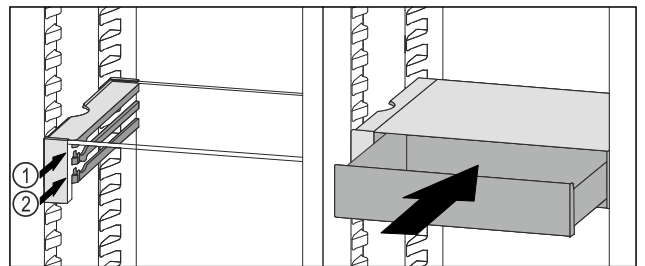

Fig. 119
- ▶ Posizionare il cassetto VarioSafe dietro i tappi sulla nervatura desiderata Fig. 119 (1) o Fig. 119 (2).